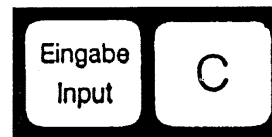

fig.9
4.3.2 De "startfunctie" (fig.9)